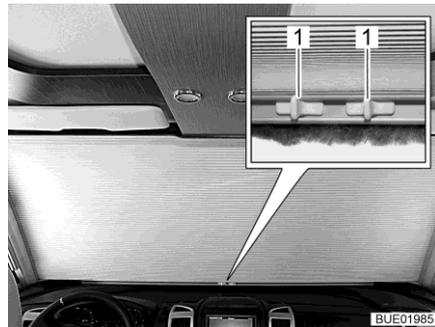

Fig. 10 Dispositif occultant du pare-brise manuel
- Appuyer sur les poignées (Fig. 10,1).